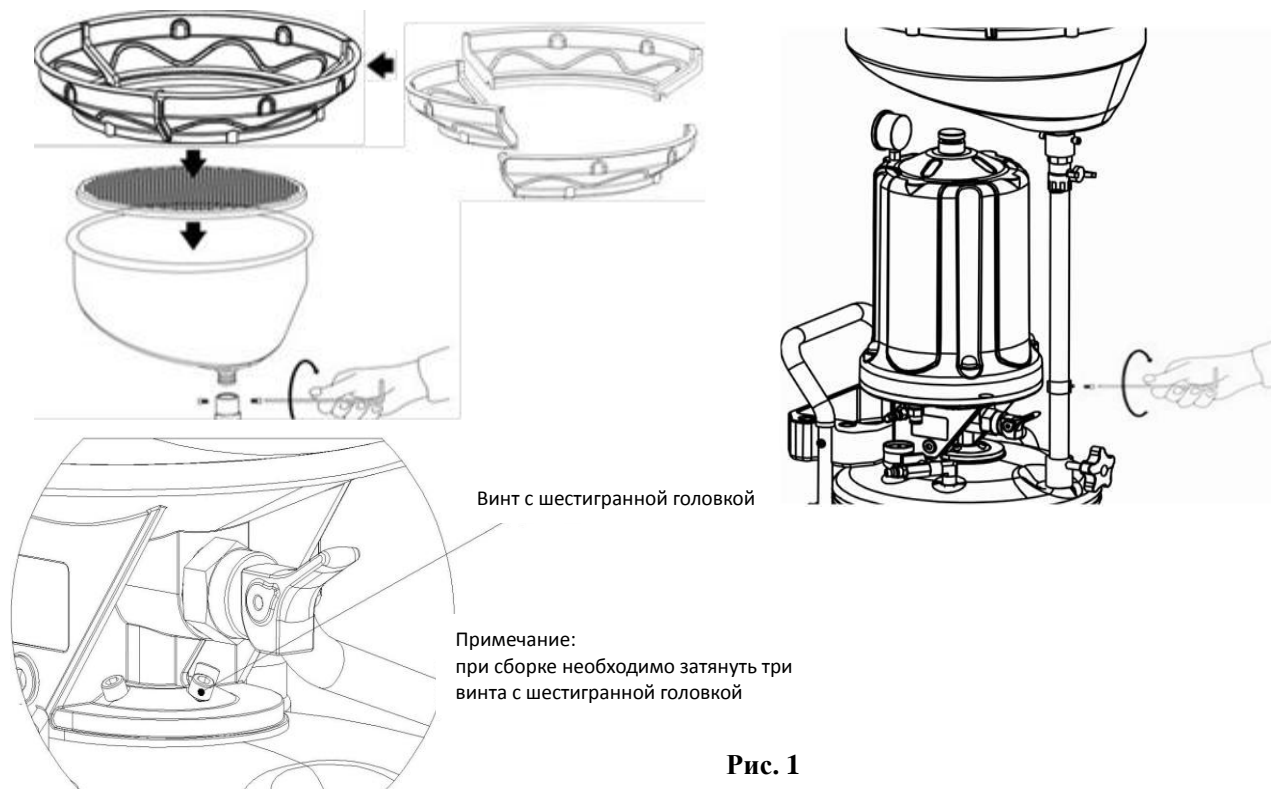

Рис. 1
- 1.3 Для подсоединения маслосборника, сетчатого фильтра и раздвижного маслосборника следуйте указаниям рис. 1.